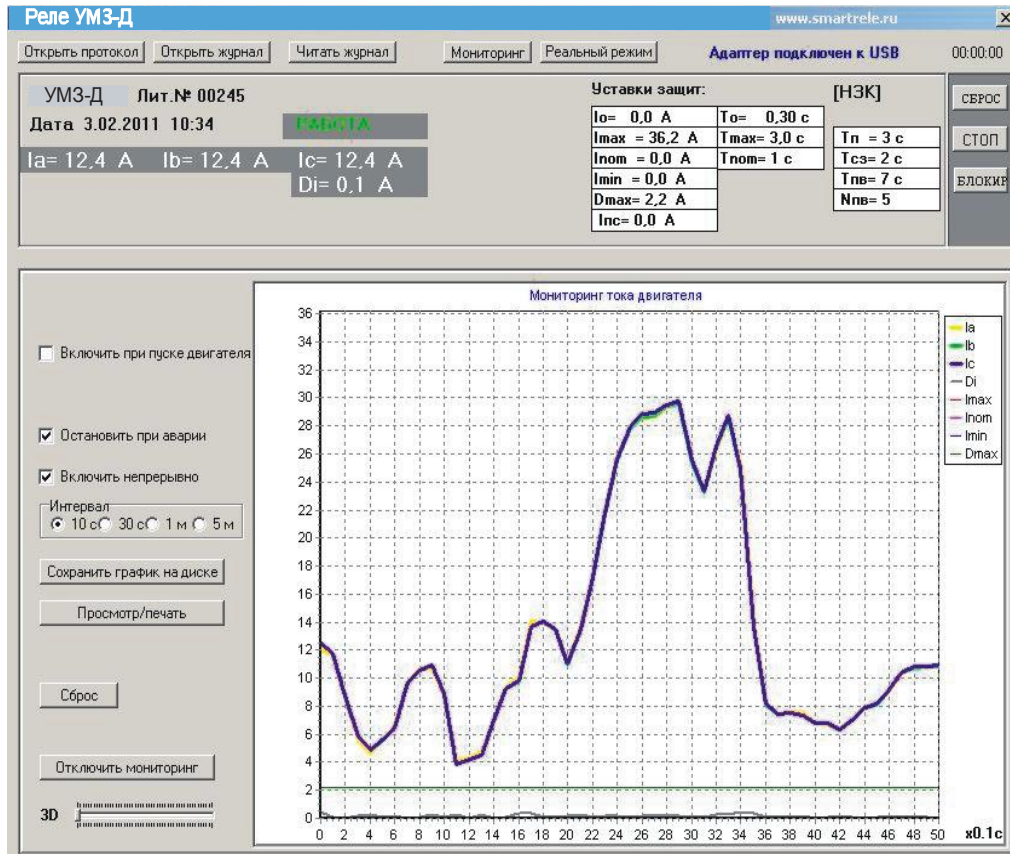

Рисунок 6 - отображение мониторинга работы двигателя, оснащенного реле УМЗ-Д, в реальном времени
4.15 Подключение реле к интерфейсу Ethernet позволяет осуществлять мониторинг работы электроустановки в реальном масштабе времени на экране ПК (рис.6) и просматривать журнал аварийных отключений (рис.7).